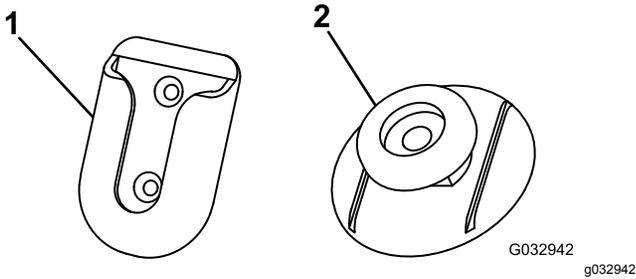

Bild 26
- Reinigen Sie die Rückseite der Drehbefestigung (Bild 26) mit dem Alkoholwisch Tuch und trocknen sie.
- Entfernen Sie das Trägermaterial von einer Seite des Klebematerials und bringen es an der Rückseite der Befestigungsnase an (Bild 26).